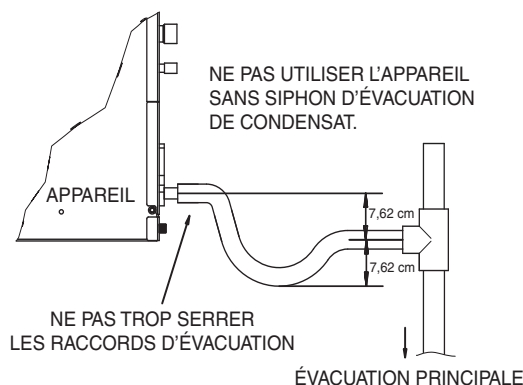

Figure 4 — Siphon du tuyau d'évacuation
- La différence de hauteur entre l'entrée et la sortie doit être d'au moins 7,6 cm. De plus, la différence de hauteur entre la partie inférieure du siphon et la sortie doit aussi être d'au moins 7,6 cm. Reportez-vous à la fig. 4.